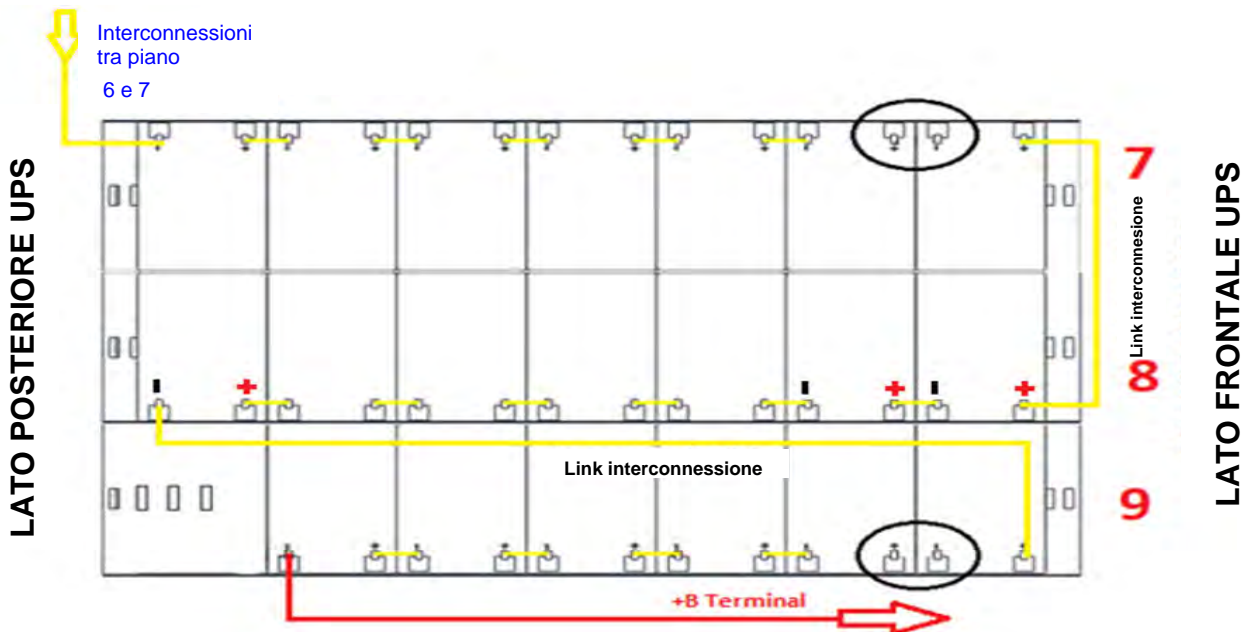

Figura 36 - Vista dall'alto Piano N°3 con connessioni batterie
10) Cablare il piano come indicato nella figura 36. **Lasciare scollegati i ponticelli cerchiati.**